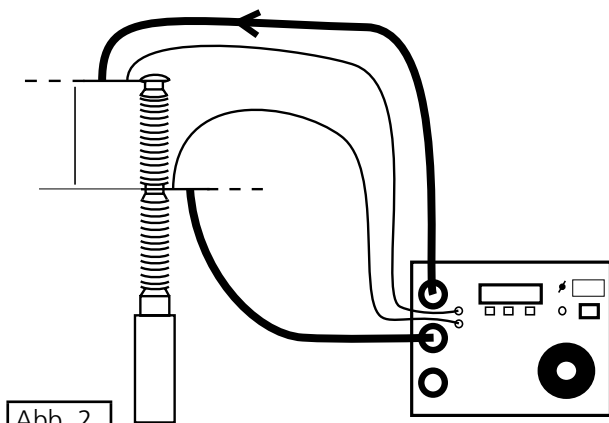

Abb. 2
- 4] Schließen Sie die Stromkabel und die Messkabel (mit der gleichen Polarität) auf beiden Seiten des Schalters an. Die Messkabel müssen innerhalb der Stromkabel angeschlossen sein. Andernfalls können die Prüfwerte falsch sein. Siehe Abb. 2.